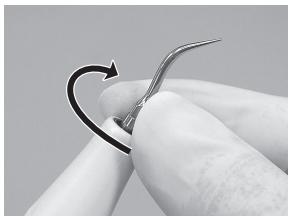

Fig. 13
- Rode ligeiramente a Ponta à mão e instale-a. (Fig. 13)